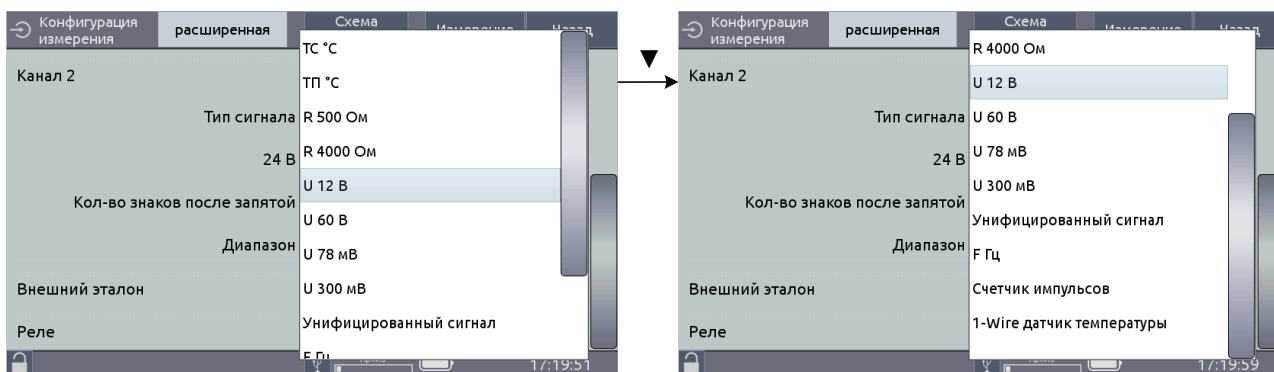

Рисунок 2.6
- перемещением селектора меню в нижнюю (верхнюю) часть списка кнопками «▼» («▲») (см. рисунок 2.6).